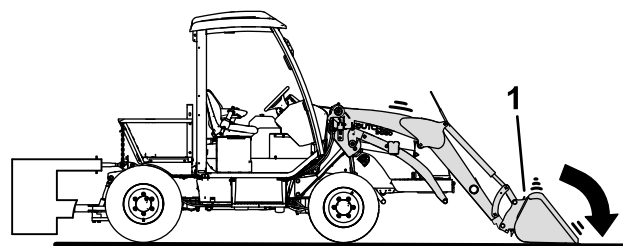

Рисунок 46
2. Снимите нагрузку с каждого фиксатора стрелы погрузчика, повернув навесное оборудование погрузчика немного вперед и опустив его на землю (Рисунок 46).